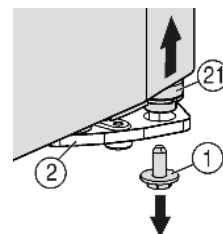
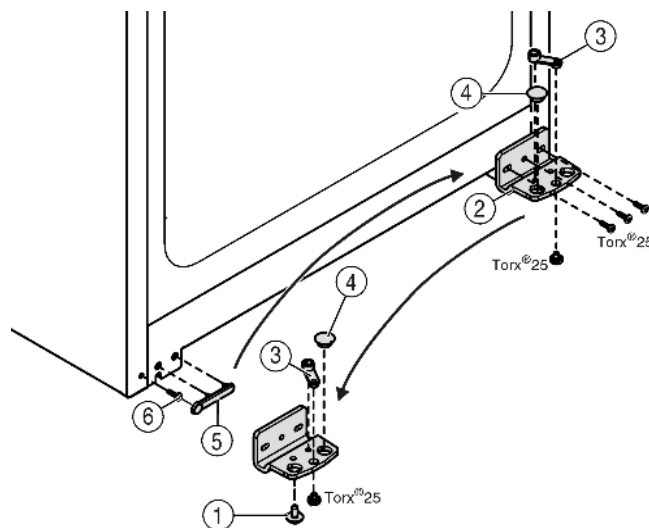

Fig. 4
Fig. 5
- ▶ Внизу справа на опорном кронштейне выкрутите фиксирующий винт Fig. 4 (1).
- ▶ Опорный палец Fig. 4 (21) можно извлечь из опорного кронштейна Fig. 5 (2).
- ▶ Если установочный винт Fig. 4 (21) не откручивается, его можно вынуть, нажав на него снизу.
- ▶ Открутите опорный кронштейн Fig. 5 (2).
- ▶ Открутите опорную деталь Fig. 5 (3) и, переставив в отверстие на противоположной стороне опорного кронштейна, снова прикрутите.
- ▶ Извлеките заглушку Fig. 5 (4) из опорного кронштейна и переставьте ее в отверстие на противоположной стороне опорного кронштейна.
- ▶ Осторожно снимите крышку со стороны ручки Fig. 5 (5).
- ▶ Выкрутите болт Fig. 5 (6) и вкрутите на противоположной стороне.
- ▶ Снова установите крышку Fig. 5 (5).
- ▶ Снова прикрутите опорный кронштейн Fig. 5 (2) на новой стороне шарнира (**с моментом 4 Нм**). При необходимости используйте аккумуляторный шурупверт.
- ▶ Вкрутите фиксирующий винт Fig. 4 (1) внизу в опорный палец и затяните (**с моментом 4 Нм**).